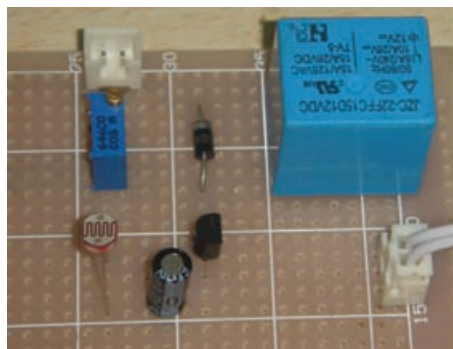
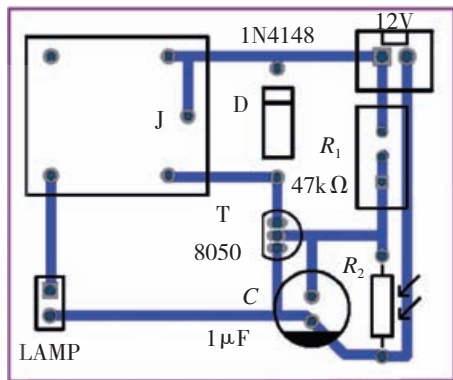
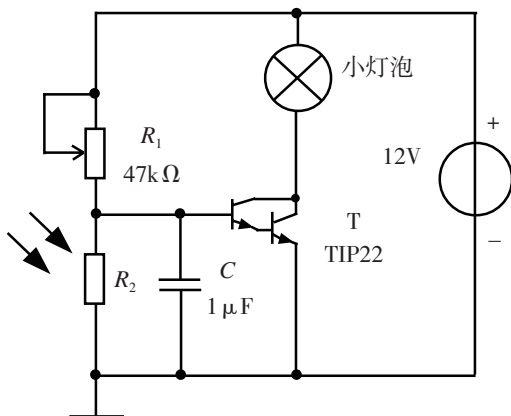
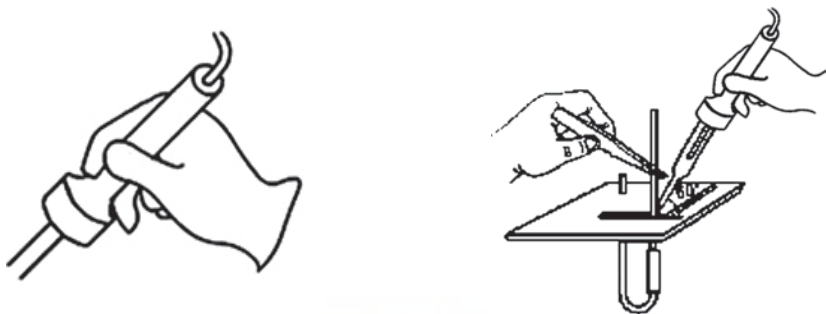

图4-27 电路板安装图
图4-28 电路板焊接图
图4-29 无继电器的光控路灯电路
图4-30 电烙铁焊接
图4-27是 $50\text{mm}\times 45\text{mm}$ 的光控路灯电路的电路板安装图，图4-28是电路板焊接图。制作前要对照元器件图识别和检查所用元器件，三极管的管脚要辨认清楚。要对照图4-28、图4-29和图4-30进行元器件的安装。焊接前做好元器件引线的处理工作，焊接时可先焊二极管和可变电阻器，再焊三极管和继电器，最后连接光敏电阻器和电源线。
采用电磁继电器控制的光控路灯电路既可应用于直流供电，也可应用于220V的交流供电。若路灯采用直流供电，控制电路还可采用图4-29所示无继电器光控路灯电路。但由于小灯泡通过的电流较大，采用达林顿型三极管（如TIP122，它实质是用三极管级联的方式实现大电流输出）。若用发光二极管替换小灯泡，则使用普通三极管即可。
1. 小功率电烙铁的握法和握笔手型一致，如图4-30。